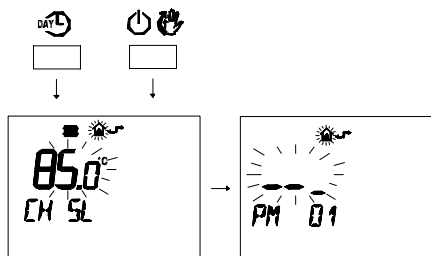

Figura 5.42
- Premere contemporaneamente i pulsanti DAY (☀️) e P (🔌) per entrare nella programmazione trasparente (Figura 5.42).